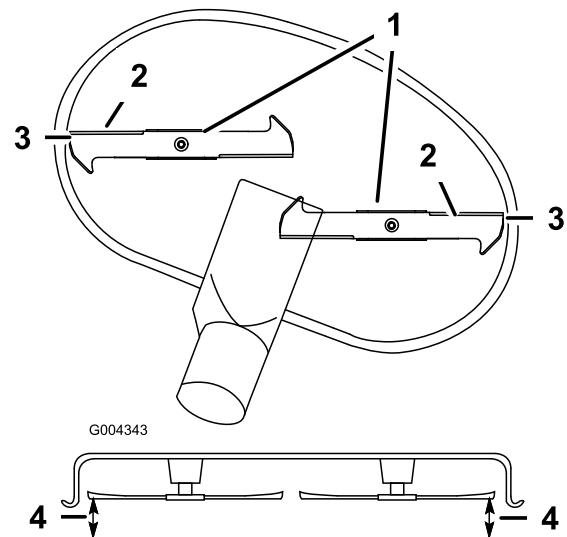

Figura 52
5. Gire cuidadosamente la(s) cuchilla(s) colocándola(s) perpendicularmente al sentido de avance de la máquina (Figura 52). Mida entre los bordes de corte exteriores y la superficie plana (Figura 52). Si hay una diferencia de más de 5 mm entre ambas dimensiones, se requiere un ajuste; siga con este procedimiento.